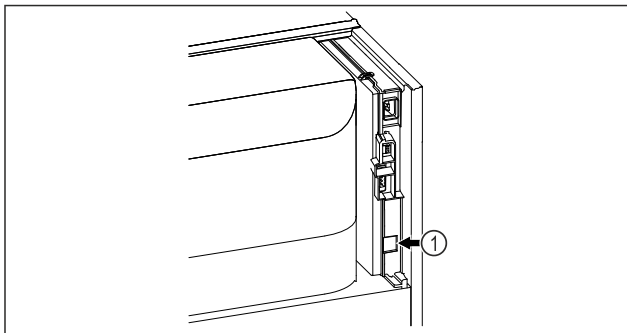

Fig. 59
- ❑ SmartModule *Fig. 59 (1)* je nasadený.